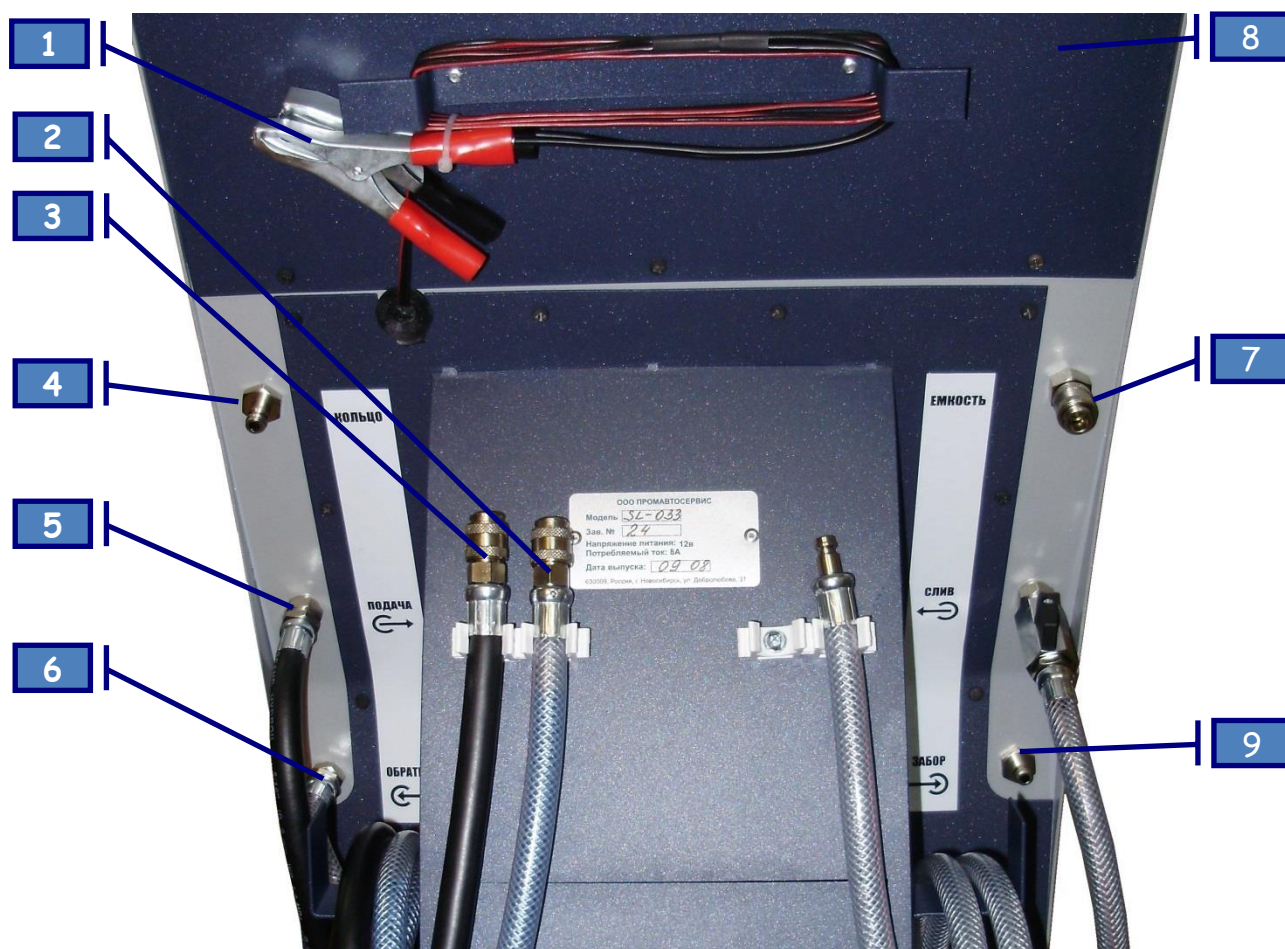

Рис. 3
1. Подсоединить зажимы «крокодил» (п.1 рис. 3) кабеля питания установки к источнику питания: красный к положительной клемме - черный на «массу».
3. Заборный шланг с фильтром (п.1 рис.1) защелкнуть на БРС с надписью «Забор» (п.9 рис. 3).
6. Черный шланг с надписью «Подача» (п.5 рис.3) замкнуть на БРС «Кольцо» (п.4 рис.3).
7. Вставить Сливной шланг установки («Слив»), в свободную ёмкость объемом не менее 20 л, и повернуть вентиль (п.8 рис. 3) в положение «Открыто» (параллельно шлангу).
8. Нажать кнопку «Слив» (п.6 рис. 2), расположенную на лицевой панели и **удерживать ее**, пока из сливного шланга (п.8 рис. 3) не пойдет равномерная, без пузырьков воздуха струя жидкости, и давление на манометре не достигнет значения 0.5 bar и более.
8. Подсоединить к адаптерам шланги от установки, «**Подающий**» шланг черный (с надписью «**Подача**» (п.5 рис.3) к «радиатору», «**Обратный**» шланг прозрачный (с надписью «**Обратка**» (п.6 рис.3) к «двигателю».
1. Повернуть вентиль Сливного шланга (п.8 рис.3) в положение «Закрыто» (перпендикулярно крану).
6. Медленно открыть сливной кран (п.8 рис.3) на установке и стравить давление в системе.